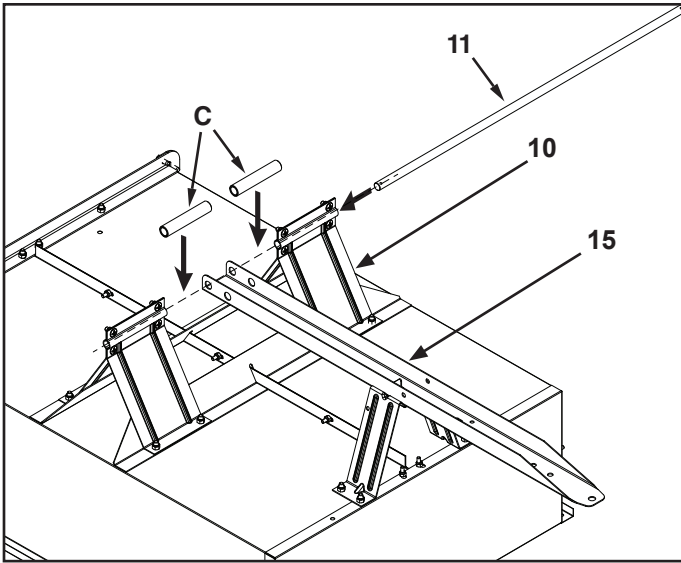

FIGURA 14
PASO 14: (VEA LA FIGURA 14)
- Instale el eje (11) a través del soporte de la rueda (10), un espaciador (C), el orificio trasero de la lanza del eje de 5/8" (15), otro espaciador (C) y el soporte de la rueda (10), como se muestra en la figura 14.